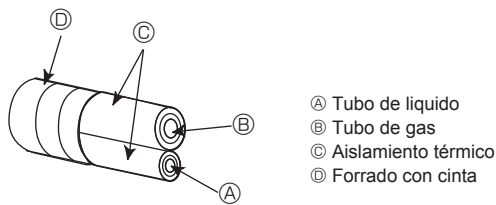
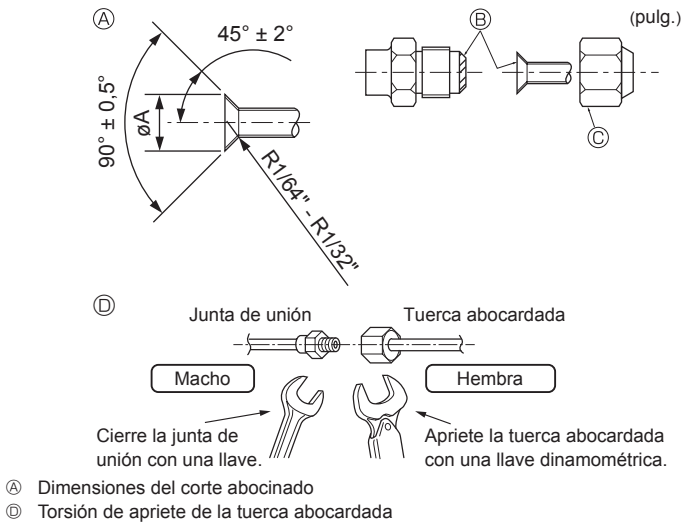

Fig. 4-5
Fig. 4-6
Ⓐ (Fig. 4-6)
4.3. Tubos de conexión (Fig. 4-5) (Fig. 4-6)
[Fig. 4-6]